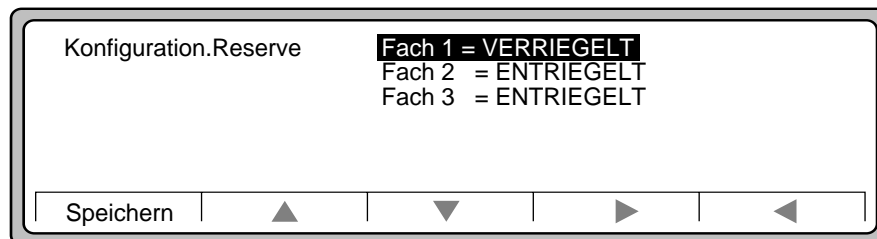

Abbildung 3-30 Fach1 verriegelt
9. Drücken Sie „Wahl“. Es erscheint wieder die Anzeige „Konfiguration.Reserve“, wobei „Fach1“ jetzt verriegelt ist (Abbildung 3-30).